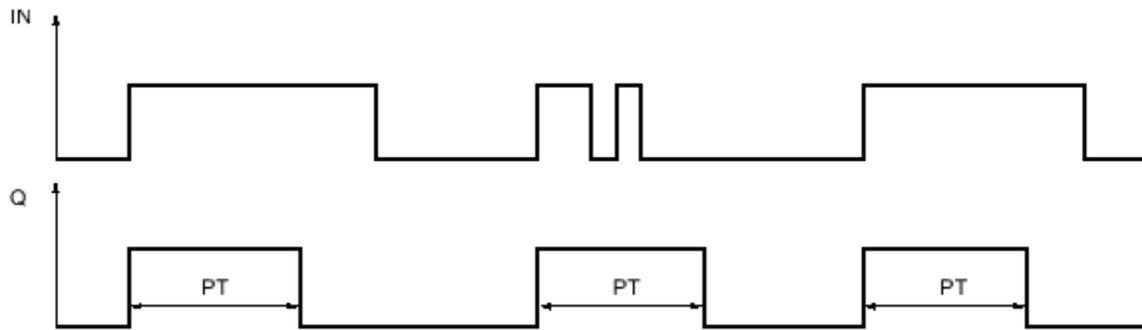

Figura 3.11 - Gráfica de tiempos de la entrada IN y la salida Q para la instrucción TP
- **TP (Pulse timer):** Comúnmente llamada **Impulso**. Esta instrucción activa la salida Q por un tiempo programado. La instrucción se ejecuta cuando la entrada IN cambia de 0 a 1 (flanco ascendente). Cuando la instrucción se ejecuta, se empieza a contar el tiempo programado PT y se activa la salida Q durante este lapso, independientemente de cómo evolucione la señal de entrada (ver Figura 3.11). La detección de un nuevo flanco de señal ascendente tampoco influye en el estado lógico de la salida Q mientras transcurra el tiempo PT.